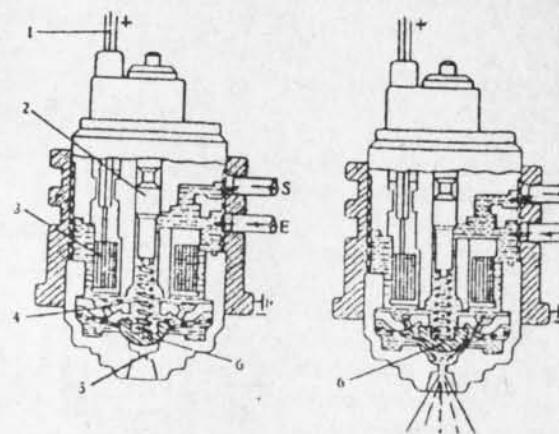

Fig. 3-23.— Inyector del sistema monopunto, sin y con inyección
La bobina (3) (Fig. 3-23) recibe impulsos eléctricos desde la UEC, que crean un campo magnético que levanta el núcleo, con lo que se abre la válvula inferior, que determina la inyección de gasolina a presión al motor, controlada por la UEC.